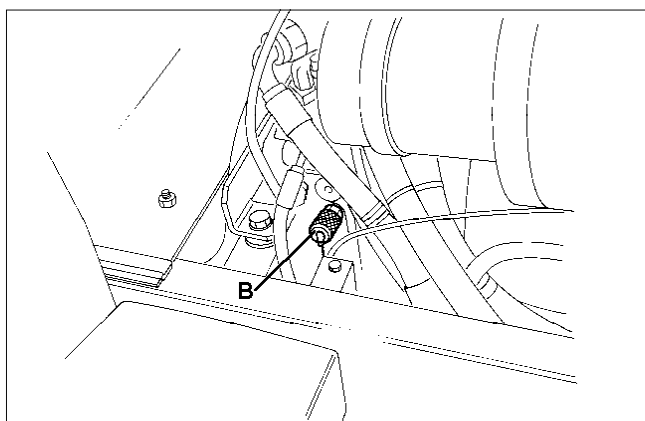

Fig.53
2. Transmissionstryk bakning 210 bar (B Fig. 53):
2. Transmissionstryck, bakåt 210 bar (B fig. 53).